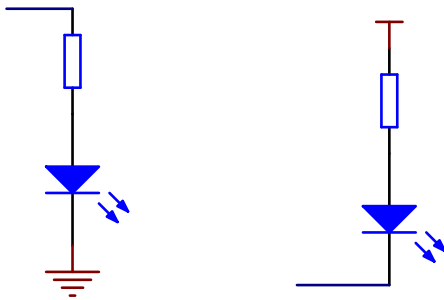

图 T.6 指示灯的两种硬件接线方式
某学员用 STM32F407 控制指示灯 D1 和 D2，采用了图 T.6 (A)和(B)两种硬件连接方式。
- ① HAL_GPIO_WritePin(GPIOA, GPIO_PIN_1, GPIO_PIN_RESET);
- ② HAL_GPIO_WritePin(GPIOA, GPIO_PIN_1, GPIO_PIN_SET);
- ③ HAL_GPIO_WritePin(GPIOA, GPIO_PIN_2, GPIO_PIN_RESET);
- ④ HAL_GPIO_WritePin(GPIOA, GPIO_PIN_2, GPIO_PIN_SET)。